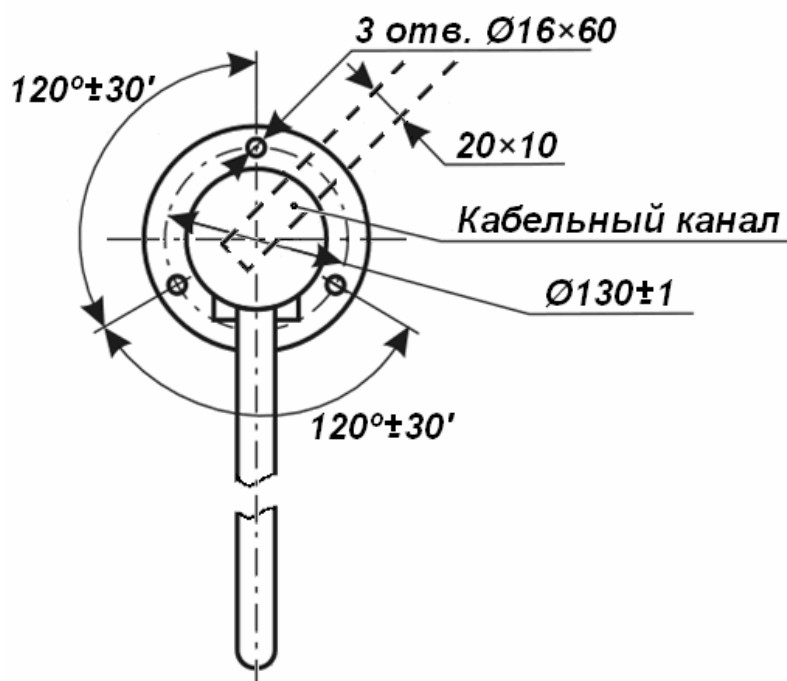

Рисунок 6 Схема разметки для монтажа калитки
- разметку установочных отверстий следует производить строго по прилагаемой схеме (см. рис. 6);